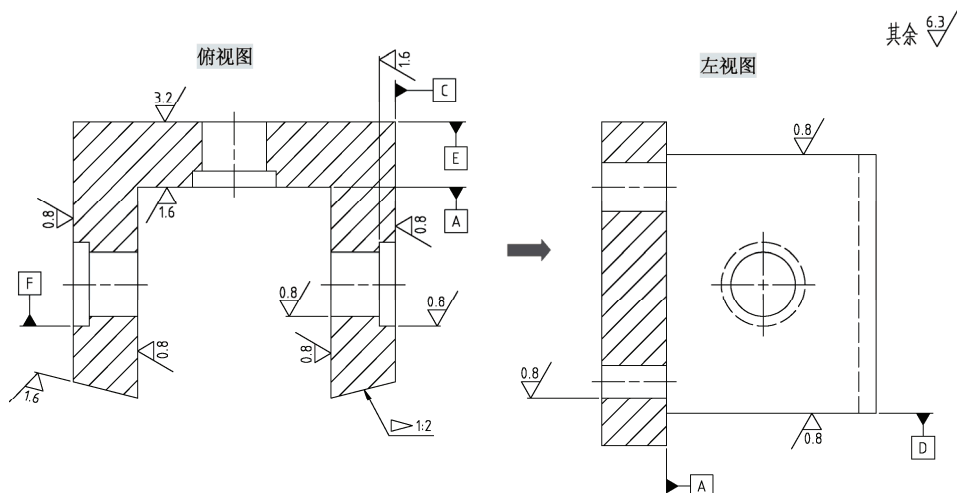

图 8-97 “左视图”和“俯视图”进行粗糙度等标注
8) 在“俯视图”和“左视图”中进行斜度、粗糙度标注和基准符号标注, 如图 8-97 所示。